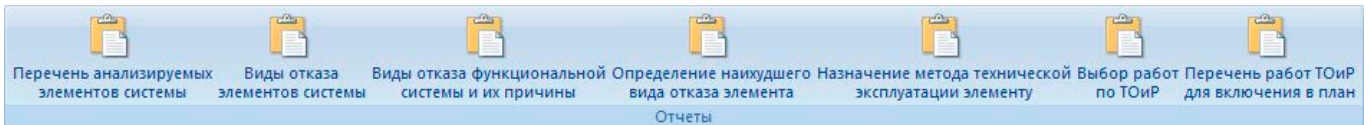

Рис. 11-110 – Панель «Отчеты» в рабочем окне «Разработка программы планового ТОиР (МУ 1.1.296-2014)»
- 2) Выбрать нужный отчет на вкладке «Отчеты» (рис. 11-110).